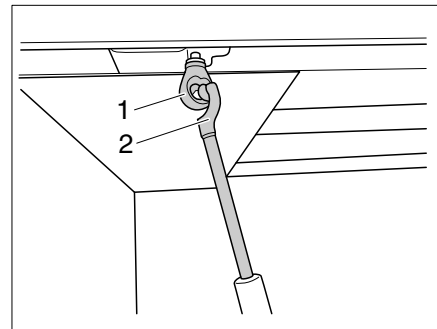

Fig. 154 Réglage en hauteur
- Accrocher la manivelle (Fig. 154, 2) dans l'œillet (Fig. 154, 1) du réglage en hauteur.